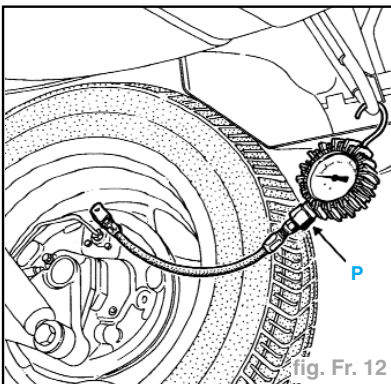

fig. Fr. 12
- Purger les manomètres par la vis "P" (fig. Fr. 12).